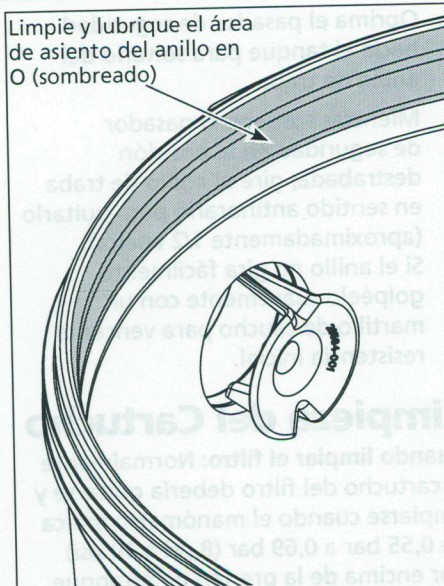

Figura 6 - Área de asiento del anillo en O
3. Limpie el área de asiento del anillo en O por dentro de la base (Figura 6). Lubrique suavemente con grasa a base de silicona.